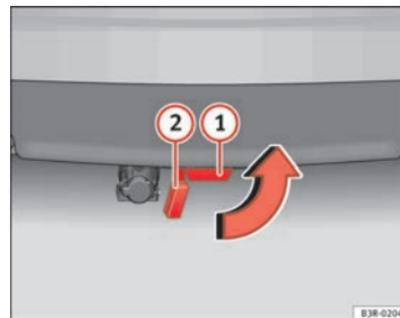

Fig. 160 Pára-choques traseiro: Colocar o tampão
- Extraia a rótula do tubo de encaixe, puxando-a para baixo **1** ⇒ página 211, fig. 160. Ao fazê-lo, o tampão de fecho existente no tubo de encaixe **2** fecha-o automaticamente.